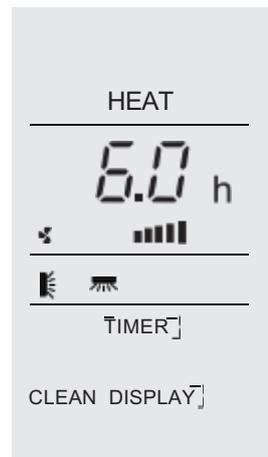

Bild 1, Timer an
4. Beispiel: Timer-AN auf Bild 1,